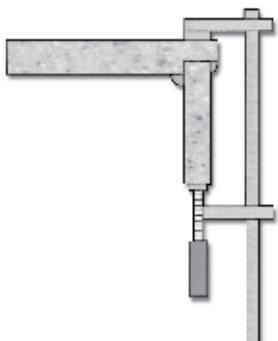

Fig. 5
- 13.10 Appliquez une quantité suffisante de colle et fixer le bord en position à l'aide de serre-joints à vis tous les 70-80 mm. **Fig. 5.**
- 13.11 Vérifiez que des perles d'adhésif apparaissent au bord intérieur et extérieur de l'assemblage. **Fig. 5.**